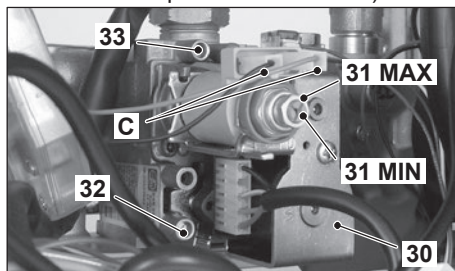

Figura 7.8
- A caldaia spenta (fuori servizio), controllare la pressione di alimentazione utilizzando la presa 32 in Figura 7.8 e confrontare il valore letto con quelli riportati nella tabella Pressioni di alimentazione gas nella sezione "Dati tecnici M296Z.24SM" a pag. 22.
- Richiudere bene la presa di pressione 32 in Figura 7.8.
- Aprire la presa di pressione 33 in Figura 7.8 e collegare un manometro.
Confrontare il valore di pressione misurato con quello indicato nelle tabelle Pressione gas massima al bruciatore. Per tarare la pressione al bruciatore agire sul dado esagonale grande in ottone dell'operatore modulante 31 MAX in Figura 7.8 (ruotando in senso orario la pressione aumenta).
- Confrontare il valore di pressione misurato con quello indicato nelle tabelle Pressione gas minima al bruciatore. Per tarare la pressione al bruciatore agire sulla vite in plastica (31 MIN in Figura 7.8) tenendo fermo il dado esagonale in ottone grande (31 MAX in Figura 7.8) dell'operatore modulante (ruotando in senso orario la pressione aumenta).
IMPORTANTE: Dopo ogni misurazione delle pressioni gas, richiudere bene le prese di pressione utilizzate (32 e 33 in (Figura 7.8). Dopo ogni operazione di regolazione gas gli organi di regolazione della valvola devono essere sigillati.
IMPORTANTE: Dopo ogni misurazione delle pressioni gas, richiudere bene le prese di pressione utilizzate (32 e 33 in Figura 7.8).